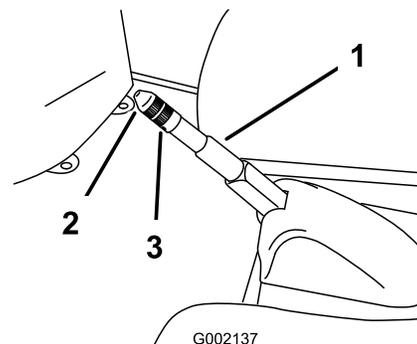

Bild 39
2. Lockern Sie die Stellschraube, mit der das Handrad am Feststellbremshebel befestigt ist (Bild 39).